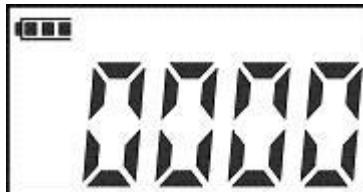

Рисунок 6.3
6.5 Для подстройки «нуля», установки нулевого значения, необходимо удостоверится в отсутствии избыточного давления и кратковременно нажать кнопку , после чего на индикаторе отобразится значение величины измеренного давления равное нулю (рисунок 6.3).